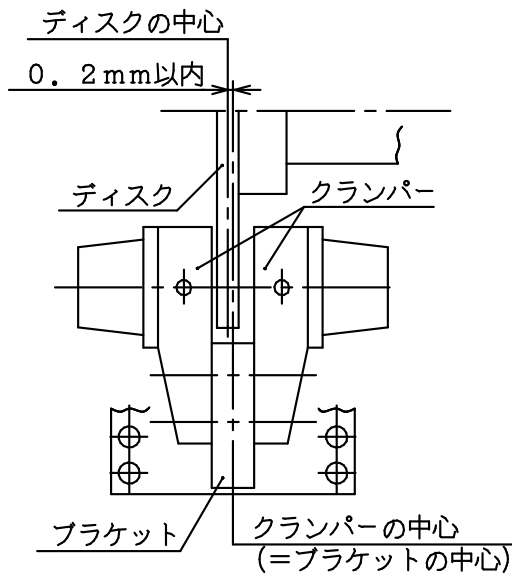

図1
2) クランパの中心(=ブラケットの中心)とディスクの中心とのずれは、0.2mm 以内になるようにして下さい。 [図1を参照して下さい。]